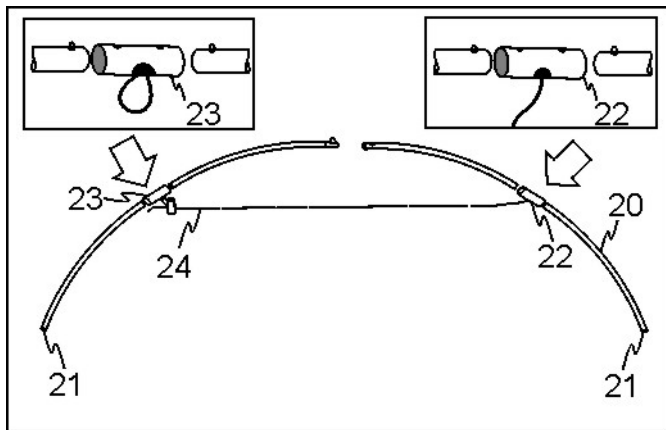

Abb. 4.1
#### Schritt 4: Zusammensetzung der Bögen (Abb. 4.1)
Ein Bogen besteht aus vier Bogenteilen (20), die mittels Verbindungshülsen (22) und (23) zusammengesetzt werden. Zwei Bogenteile (20) davon haben eine schwarze Endkappe (21) (Abb. 4.1)
Verbindungshülse mit Lasche (23) und einer Hülse mit Verbindungsseil (22) wie abgebildet (Abb. 4.1).